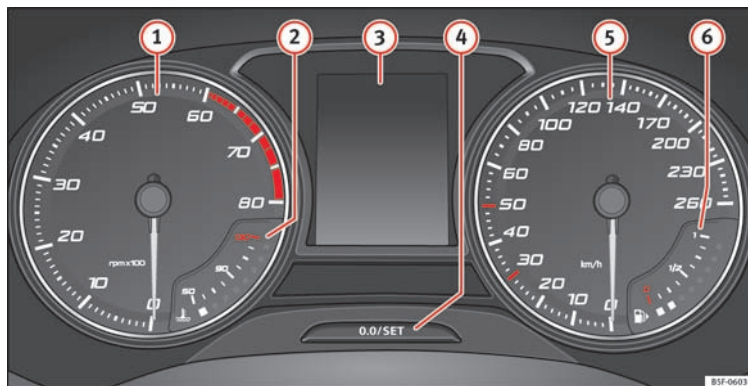

Fig. 124 Kombiinstrumentets display i instrumentpanelet
Supplerende informationer vedr. instrumenterne » **Fig. 124:**
Omdrejningstælleren viser motoromdrejningstallet pr. minut » **Fig. 124 ①**.
Omdrejningstællernålen **①** » **Fig. 124** må kun stå i det røde område et øjeblik, ellers er der risiko for motorskade.
I kombiinstrumentets display » **Fig. 124 ③** kan der alt efter bilens udstyr blive vist forskellige informationer, når tændingen tilsættes:
- Tryk et kort øjeblik på knappen »» Fig. 124 ④ for at nulstille triptælleren.
- Hvis du trykker på knappen ④ og holder den inde i 3 sek., bliver den sidste værdi vist.
- Når klokkeslættet skal indstilles, skal du trykke knappen »» Fig. 124 ④ og holde den inde i mere end 3 sek. for at indstille timerne eller minutterne.
- Tryk på det øverste eller det nederste område på knappen ④ for at indstille yderligere. Hold knappen inde for at bladre hurtigt.
- Tryk på knappen ④ igen for at afslutte indstillingen af klokkeslættet.
Tryk på knappen »» Fig. 124 ④ i mere end 15 sek. for at få vist bilens motorbogstaver. I den forbindelse skal tændingen være tilsluttet, og motoren skal være standset.
Kølevæsketermometret **②** » **Fig. 124** virker kun, når tændingen er tilsluttet. For at undgå motorskader skal du overholde følgende anvisninger vedr. temperaturområderne.